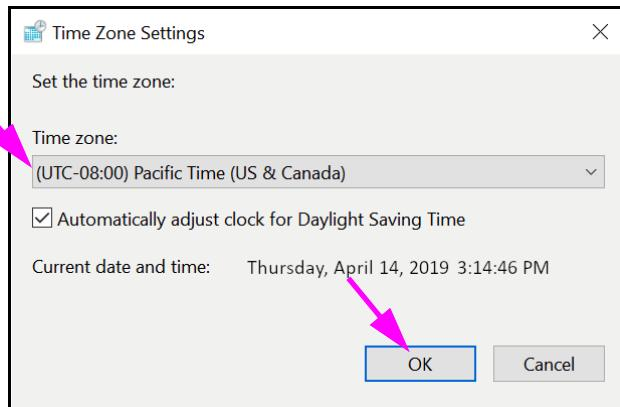

Figura 2-36. Caixa de diálogo Time Zone Settings (Definições de Fuso Horário)
5. Clique no botão **Change Time Zone... (Alterar fuso horário...)**. É apresentada a caixa de diálogo Time Zone Settings (Definições de Fuso Horário). Consulte a figura 2-36.